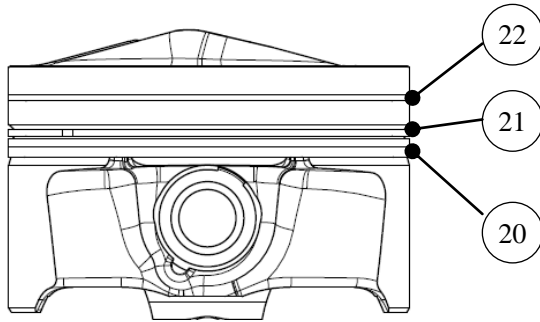

图 C-8 各环装配位置
- 1)、活塞环装配顺序是油环总成⑳→第二道气环㉑→第一道气环㉒，各环装配位置如图 C-8；